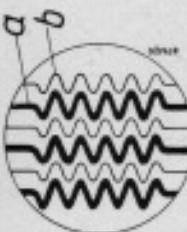

Bild 8. Richtige Leuchtfädenstellung
44. Lampengehäuse wieder aufsetzen. Gerät einschalten. Schrauben 44 (Bild 3) leicht lösen, Leuchtfäden durch Verschieben des Lampenhalters 46 zentrieren. Durch Vorhalten eines Leseglasses vor das Objektiv lässt sich die Stellung der Leuchtfäden auf dem Projektionsschirm beobachten. Sämtliche Fäden müssen im Bildfeld liegen (Bild 8). Schrauben festziehen.
25. Hohlspiegel 47 (Bild 3) nach Lösen der Rändelmutter 48 (Bild 4) durch Drehen und Hin- und Herschieben des Spiegelhalters 49 so einstellen, daß das Spiegelbild der Leuchtfläden scharf in den Zwischenräumen liegt (Bild 8). Rändelmutter anziehen.